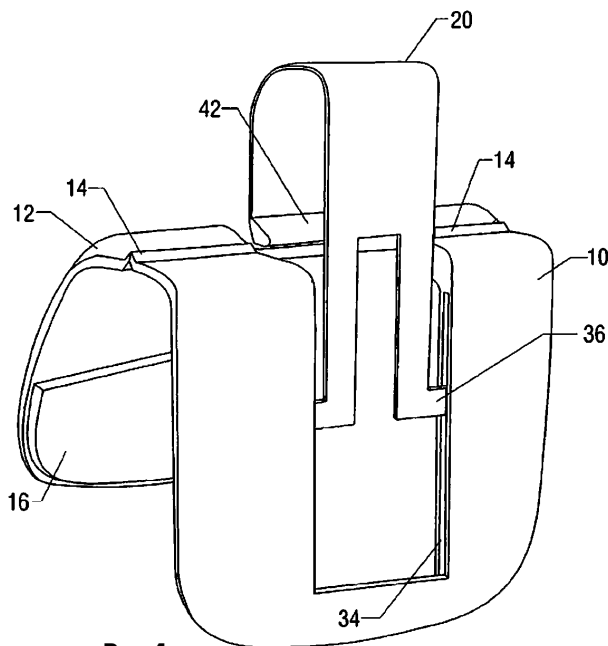

Рис.4
**Эргономическая защелка для стопки бумаги** описана в патенте США 2003/0061688 (2003 г.). Защелка (рис.4) содержит два зажима 10 и 12, соединенных гибкой перемычкой 14. На зажимах внутри установлены накладки (показана одна из них 16). При нажатии сверху на пружину 20 она скользит по направляющим 34, в которые встав-